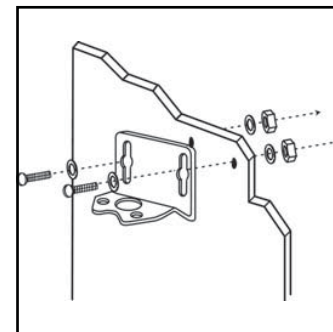

Figura 2
2. Si utiliza tornillos y tuercas para metales para realizar la instalación, quite el cajón del gabinete contiguo y perforo dos orificios de 7/32" de diámetro a través de la pared del gabinete. Fije el soporte del filtro a la pared con tornillos, tuercas y arandelas. Utilice arandelas en ambos lados de la pared. Montar el filtro en un lado de la pared del gabinete le da un buen soporte rígido y resistente. (Figura 2) Si utiliza tornillos de plancha para realizar la instalación, sólo debe presionar con un punzón de marcar en el lugar señalado (Paso 1), colocar el soporte en el lugar correspondiente y luego instalar los tornillos con un destornillador.